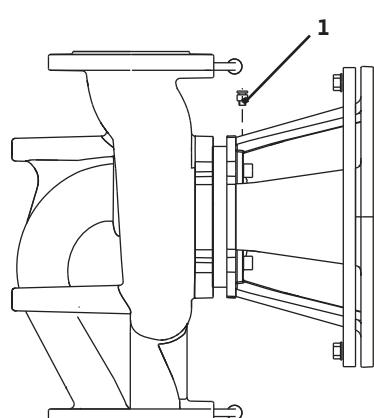

Fig. 38: válvula de ventilación
- Purge las bombas soltando las válvulas de ventilación (fig. 38, pos. 1). La marcha en seco daña el cierre mecánico de la bomba. No purgue la sonda de presión diferencial (riesgo de daños).